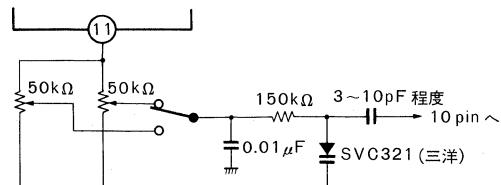

Fig. 4
3) 高周波アンプ部 高周波アンプは、Fig. 4 のような1石エミッタ接地回路です。7pin の RF 出力は、コレクタオーブンでアンテナの同調回路へつなぎます。